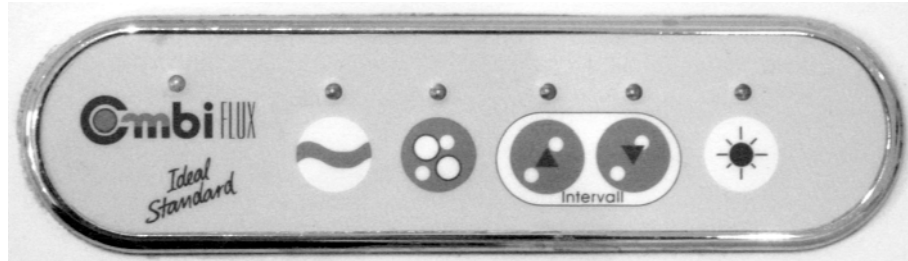

Abbildung 1.1.18 Bedientafel mit Folienkontakten
- es lassen sich ganze Bedientafeln gleichsam aus einem Stück fertigen (gedruckte Schaltung; Abbildung 1.1.18),